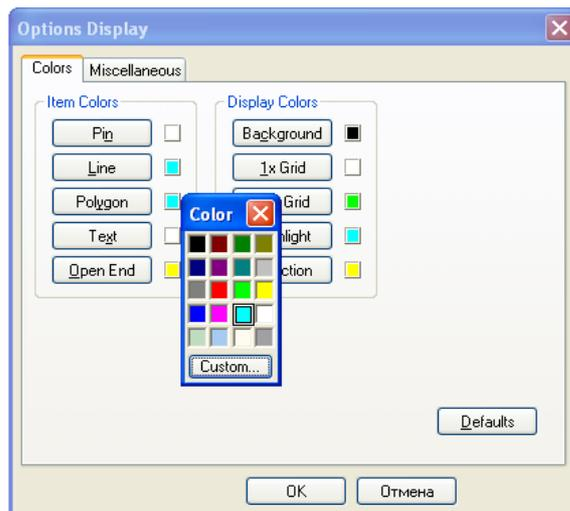

Рис. 4.31 - Изменение цвета полигона
- Для утверждения цвета стрелки светло-голубым (как и у других линий)¹³ выполнить команды **Options/Display...**. В открывшемся диалоговом окне **Options Display** (рис. 4.31) в области **Item Colors**